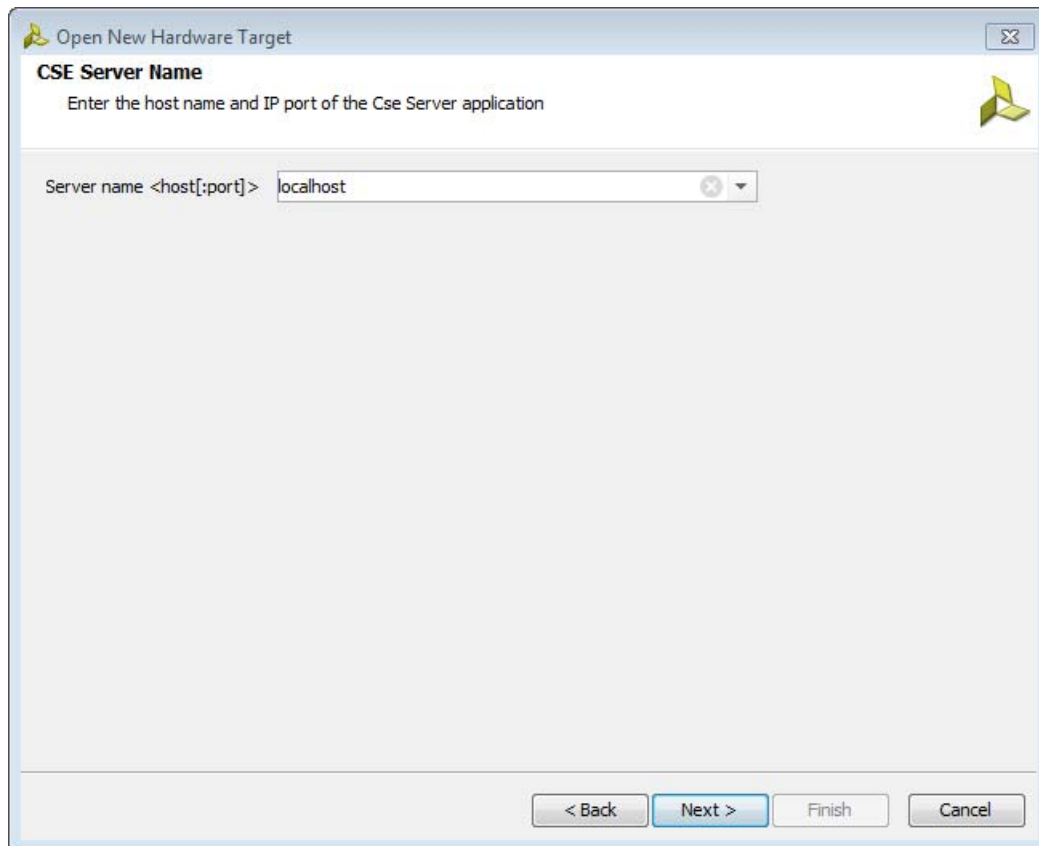

図 2-2 : CSE サーバー名の指定
1. ターゲット ボードが接続されているマシン上のハードウェア ターゲットを制御する、ホスト名と CSE サーバー (ハードウェア サーバーまたは `cse_server` と呼ばれる) のポートを指定します (図 2-2)。